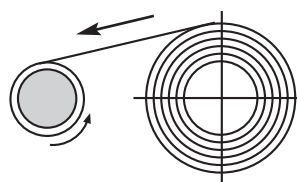

Bild 4
3. Jetzt wird der außen befindliche kleinste Federdurchmesser (Bild 4) um die zu schützende Welle oder Spindel gelegt. Die Feder kann nun zurückgespult werden.